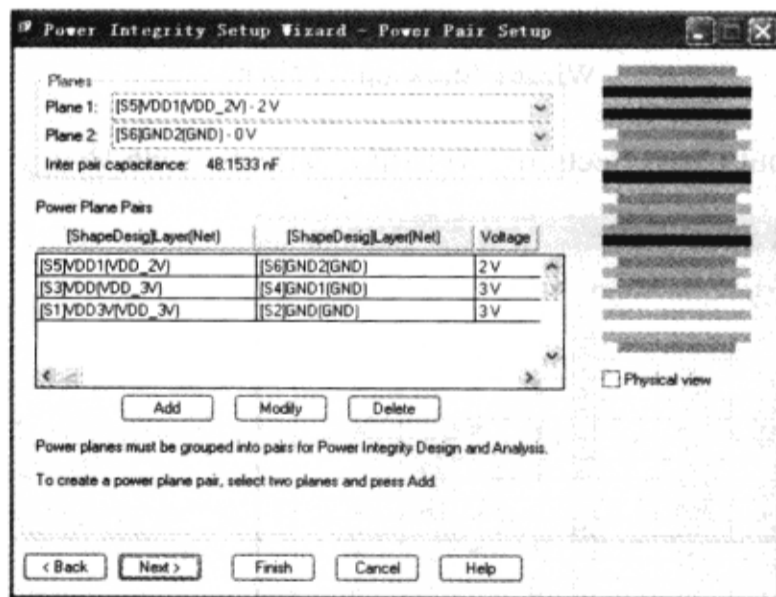

图 9-7-88 “Power Integrity Setup Wizard - Power Pair Setup”对话框
(5) 单击两次“Next”按钮，直到显示“Power Integrity Setup Wizard-Power Pair Setup”对话框，如图9-7-88所示。